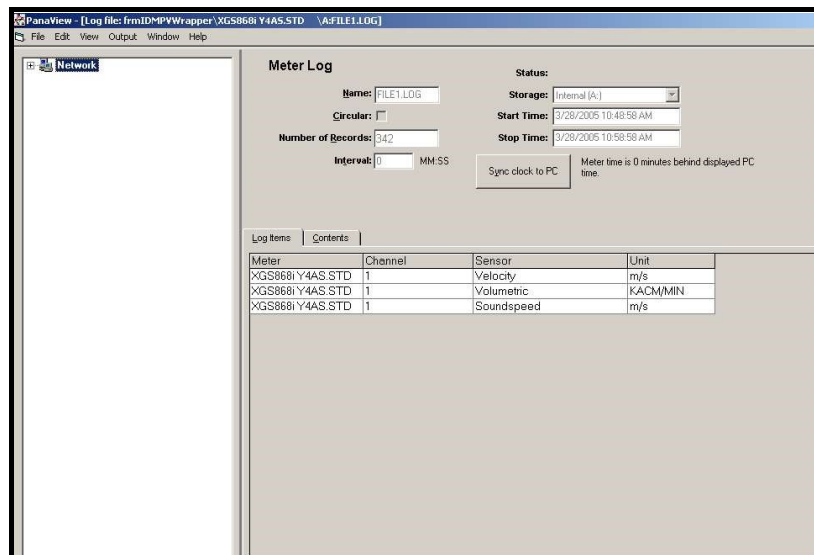

Figura 20: Ventana de datos para un registro individual de medidor
2. Haga doble clic en el registro deseado. Se abrirá una ventana para el registro individual, como se muestra en la *Figura 20*.
- Haga clic en la pestaña *Elementos de registro* (véase la *Figura 20*) para obtener una lista de los parámetros especificados para el registro.